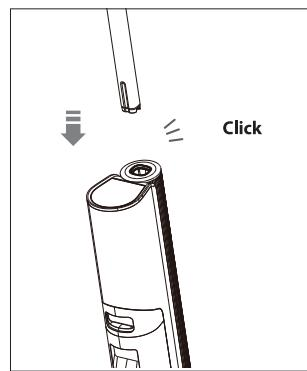

Fig. 4 – Monter la poignée
- ▶ Poussez la poignée jusqu'en butée dans le corps de l'appareil jusqu'à ce qu'elle s'enclenche de manière audible. La poignée doit être bien fixée dans l'appareil (**voir Fig. 4**).